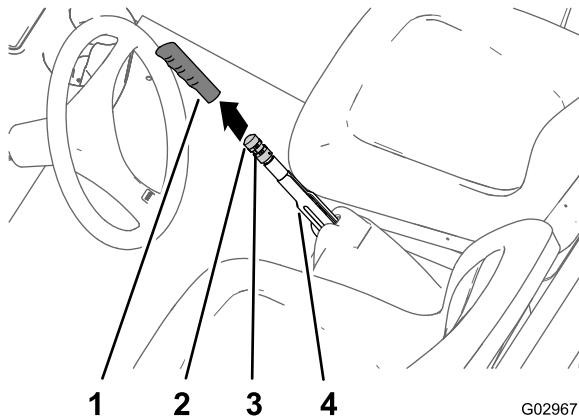

Figura 61
1. Togliete l'impugnatura dalla leva del freno di stazionamento (Figura 61).
2. Allentate la vite a pressione che fissa la manopola di regolazione del freno alla leva del freno di stazionamento (Figura 61).
3. Girate la manopola di regolazione del freno in modo che per azionare la leva del freno di stazionamento occorra una forza di 133-156 N·m (Figura 61).
- Serrate la vite a pressione e montate l'impugnatura (Figura 61).
- Togliete l'impugnatura dal freno di stazionamento (Figura 61).
- Allentate la vite a pressione (Figura 61) che fissa la manopola di regolazione del freno alla leva del freno di stazionamento, rilasciate il freno di stazionamento e allentate la manopola di regolazione del freno.
- Girate la manopola di regolazione del freno (Figura 61) in modo che per azionare la leva del freno di stazionamento occorra una forza di 133-156 N m.